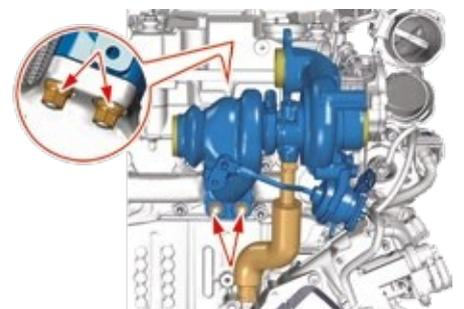

Fig. 29
- Staccare il turbocompressore (Fig. 29).